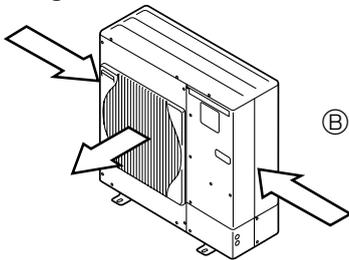

Fig. 2-4
③ Plaats het apparaat indien mogelijk zo dat de luchtuitlaat in dezelfde richting blaast als de seizoenswinden. (Fig. 2-4)